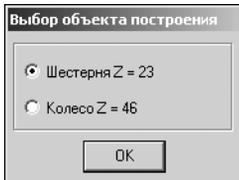
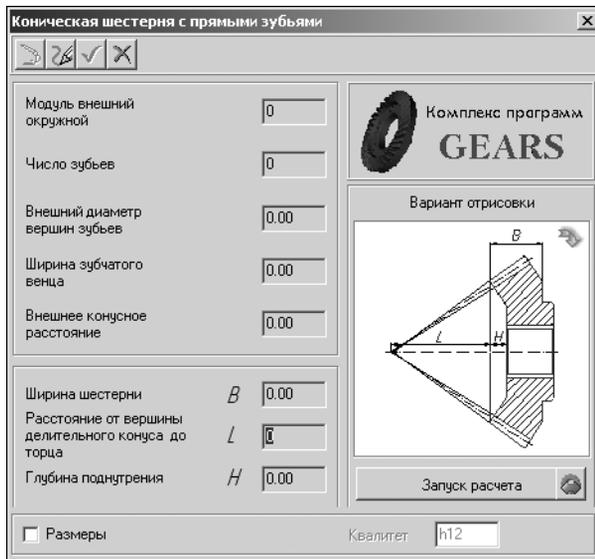

Рис. 4.43.
Рис. 4.48.
7. Если выполнялся расчет передачи внешнего зацепления, после выполнения расчетов откроется окно, в котором предлагается выбрать для дальнейшей работы одно из зубчатых колес передачи (рис. 4.43). Выберите объект построения и нажмите кнопку **ОК**. Основные параметры выбранного зубчатого колеса будут показаны в качестве справочных данных в левой верхней части окна **Цилиндрическая шестерня с внешними зубьями** (см. рис. 4.42).
- ▼ выберите объект построения в открывшемся окне (см. рис. 4.43).
- В раскрывшемся дополнительном меню со списком элементов механических передач выберите команду **Шестерня конической передачи с прямыми зубьями**. Откроется окно, в котором нужно задать параметры для расчета (рис. 4.48).
- После выполнения расчетов откроется окно, в котором предлагается выбрать для дальнейшей работы одно из зубчатых колес передачи (см. рис. 4.43 на с. 68). Выберите объект построения и нажмите кнопку **ОК**. Основные параметры выбранного зубчатого колеса будут показаны в качестве справочных данных в левой верхней части окна **Коническая шестерня с прямыми зубьями** (см. рис. 4.48). Для редактирования будут доступны значения параметров:
- ▼ двойным щелчком мыши по пиктограмме ступени откройте окно **Коническая шестерня с прямыми зубьями** (см. рис. 4.48);
- ▼ выберите объект построения в открывшемся окне (см. рис. 4.43 на с. 68).